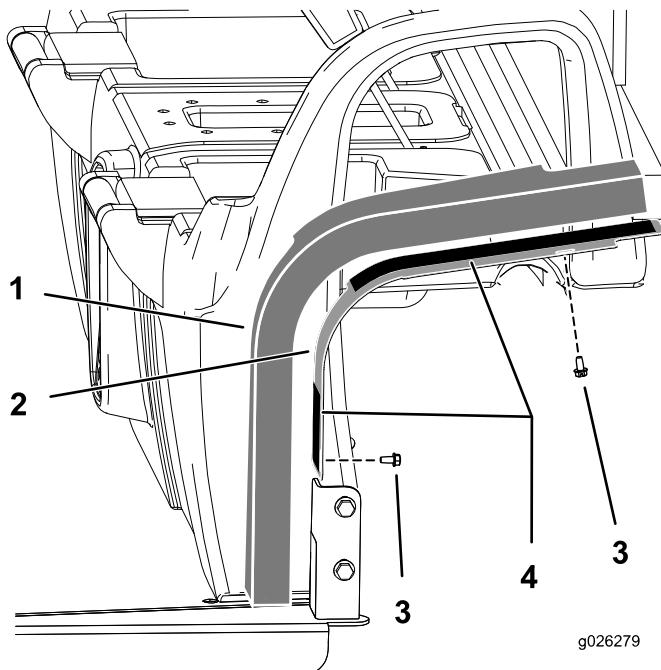

图6
1. 如图6 所示, 用 4 个螺栓 (1/4 英寸) 将安装板固定到驾驶室。
3. 撕下安装板上双面胶带的纸基 (图6)。
4. 将泡沫板安装到总成上 (图6)。